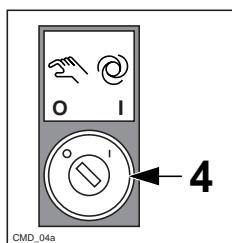

Fig. 20.4.1a
**Disporre la macchina in funzionamento "MANUALE" : selettore "4" su ** (Fig. 20.4.1a)